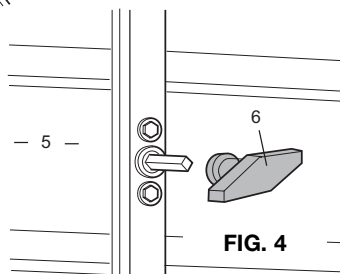

FIG. 4
- Smontare la maniglia interna della porta, ma lasciare il cilindro nella porta (Fig. 4).